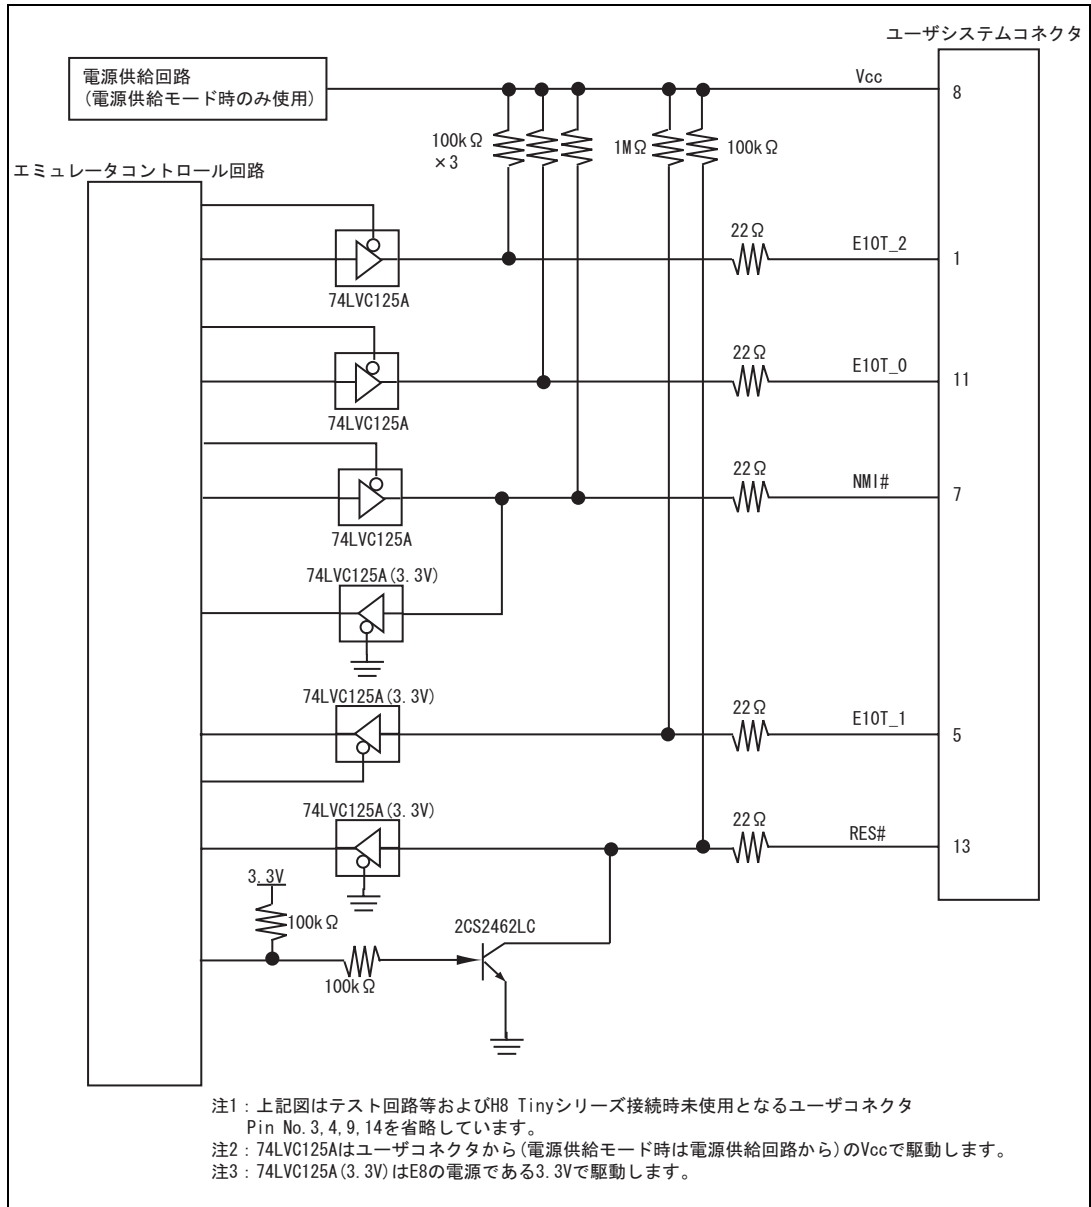
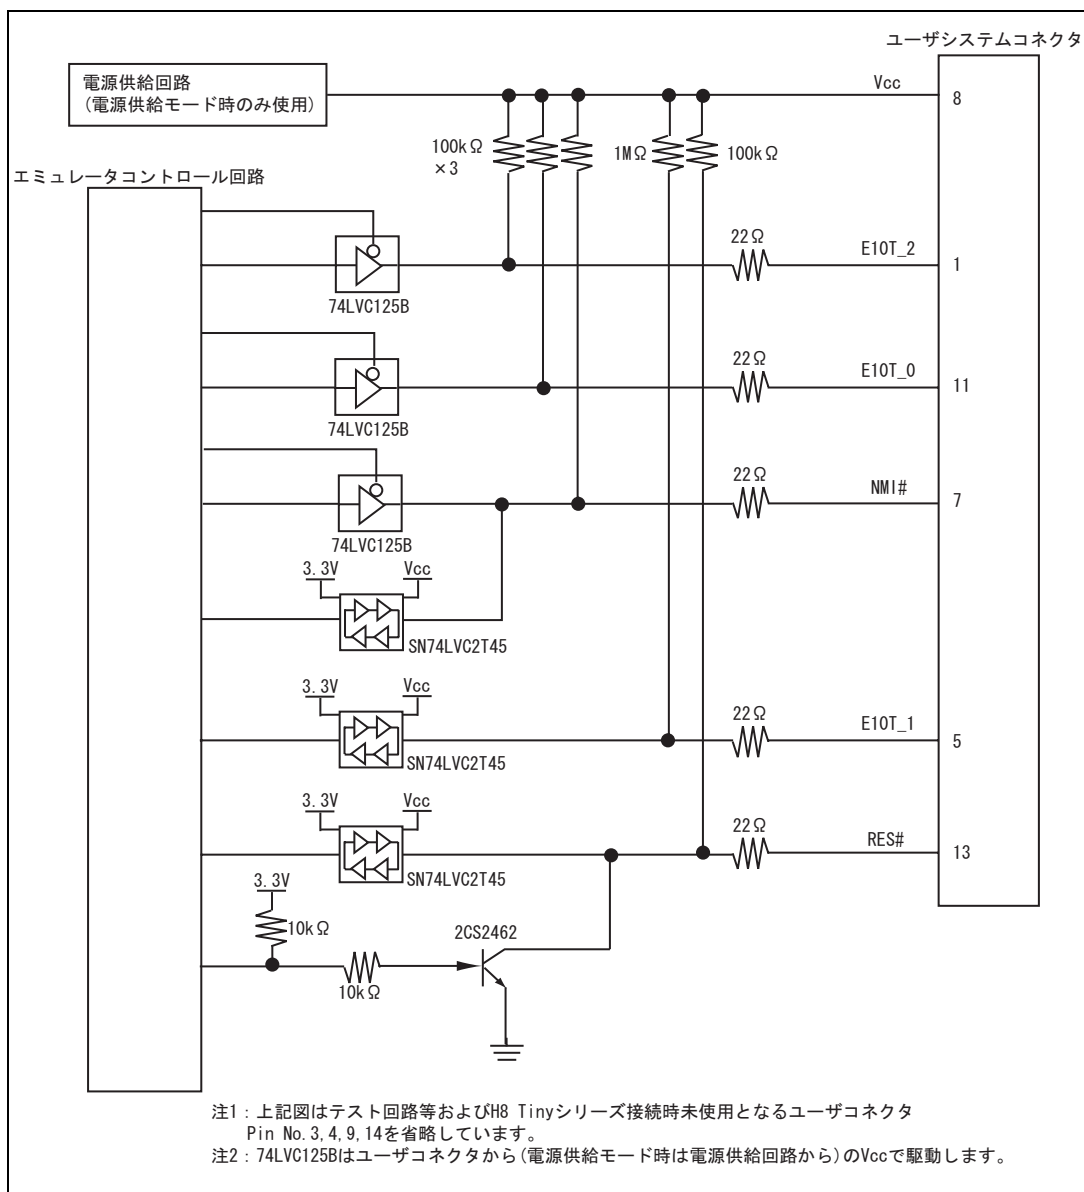

図 4.6 E8 エミュレータ内インタフェース回路 (参考)
図 4.7 E8a エミュレータ内インタフェース回路 (参考)
6. 図4.6にE8エミュレータ内インタフェース回路を示します。図4.7にE8aエミュレータ内インタフェース回路を示します。プルアップ抵抗の値などを決定するときに参考にしてください。